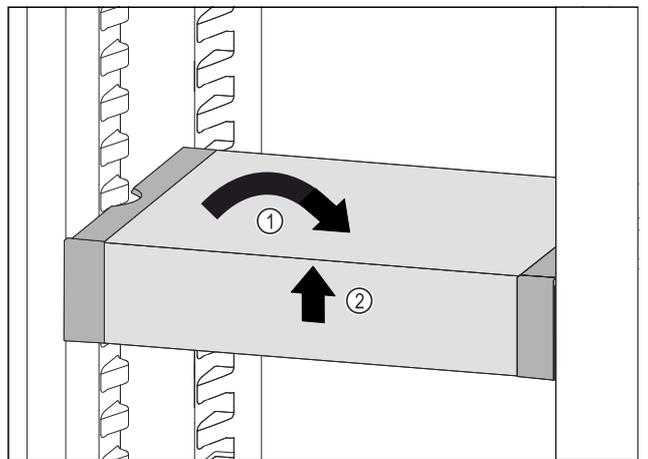

Fig. 97
- ▶ 将 VarioSafe 放平。Fig. 97 (1)
- ▶ 抬起 VarioSafe 前部。Fig. 97 (2)